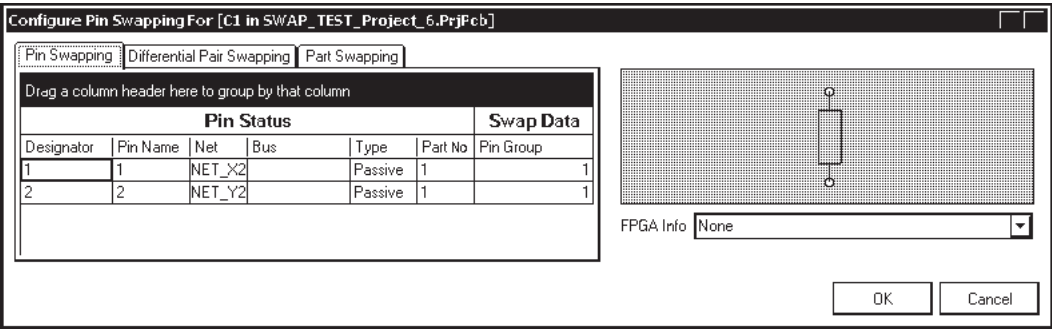

Рис. 7.5. Настройка конфигурации выводов резистора для перестановки связей
- Выполнить то же самое для резистора R1 (рис. 7.5).